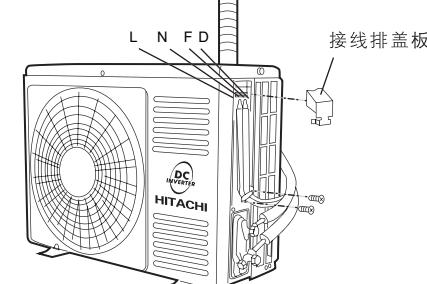

图22
- (1) 将接线排盖板取下。
- (2) 将连接电缆分别按图22正确地牢固连接(紧固力矩为8~15kgf·cm)。
- (3) 必须将黄/绿线接至带有“ \ominus ”标志处的接地螺钉上。
- (4) 用连接线压板将连接电缆用螺钉紧固。
- (5) 完成接线后将接线排盖板重新安装凸台卡口位置。
- (6) 将边盖重新安装。